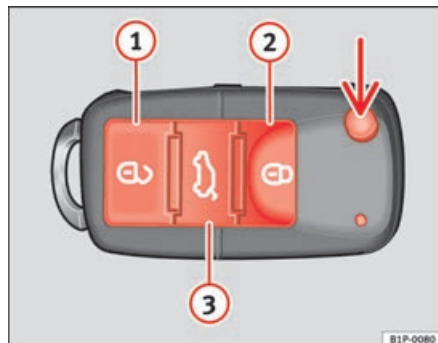

Fig. 64 Tasti della chiave con telecomando
Con il tasto $\Rightarrow$ fig. 64 (freccia) del telecomando, si sblocca lo scatto della chiave.
Sblocco del veicolo $\Rightarrow$ fig. 64 ①.
Chiusura del veicolo $\Rightarrow$ fig. 64 ②.
Sblocco portellone posteriore. Tenere premuto il tasto $\Rightarrow$ fig. 64 ③ fino a quando lampeggiano brevemente tutti gli indicatori di direzione. Nel premere il tasto di sblocco $\Rightarrow$ fig. 64 ③, si hanno 2 minuti per aprire il portellone. Una volta trascorso questo periodo si blocca di nuovo.
Inoltre, la spia della batteria della chiave $\Rightarrow$ fig. 64, lampeggia.
Premere una sola volta il tasto $\Rightarrow$ fig. 64 ①, per aprire la porta del conducente, le altre porte rimarranno chiuse. ▶
⇒ pag. 102, fig. 64 .
- Chiudere il veicolo con la chiave con telecomando ⇒ pag. 102, fig. 64 dalla serratura della porta del guidatore.